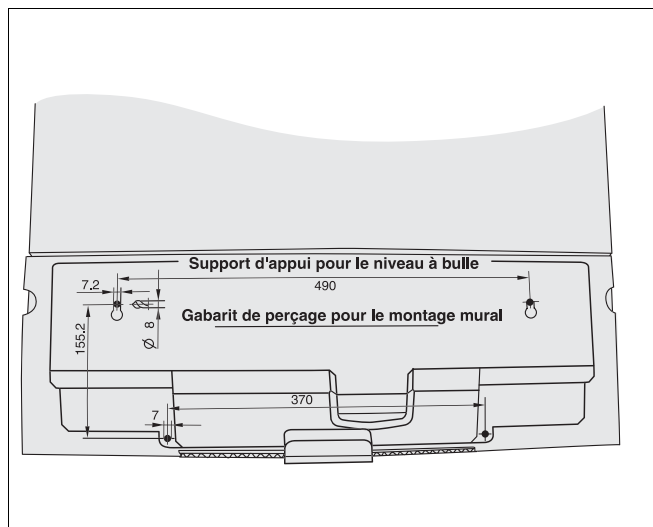

Fig. 1 Gabarit de perçage
- Retirer le gabarit de perçage sur le dessus du carton de l'appareil de régulation (fig. 1).